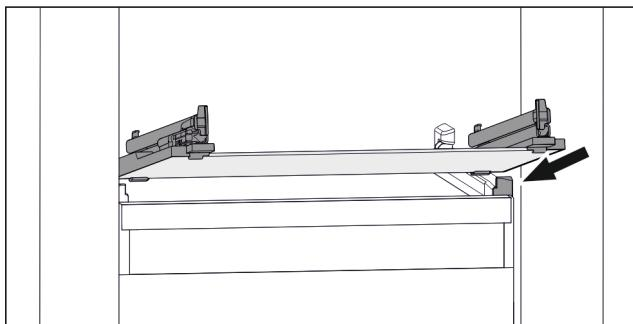

Fig. 42 Приближене відображення скляної пластини
- Встановити скляну пластину за стопорами навскоси. (див. Fig. 42)